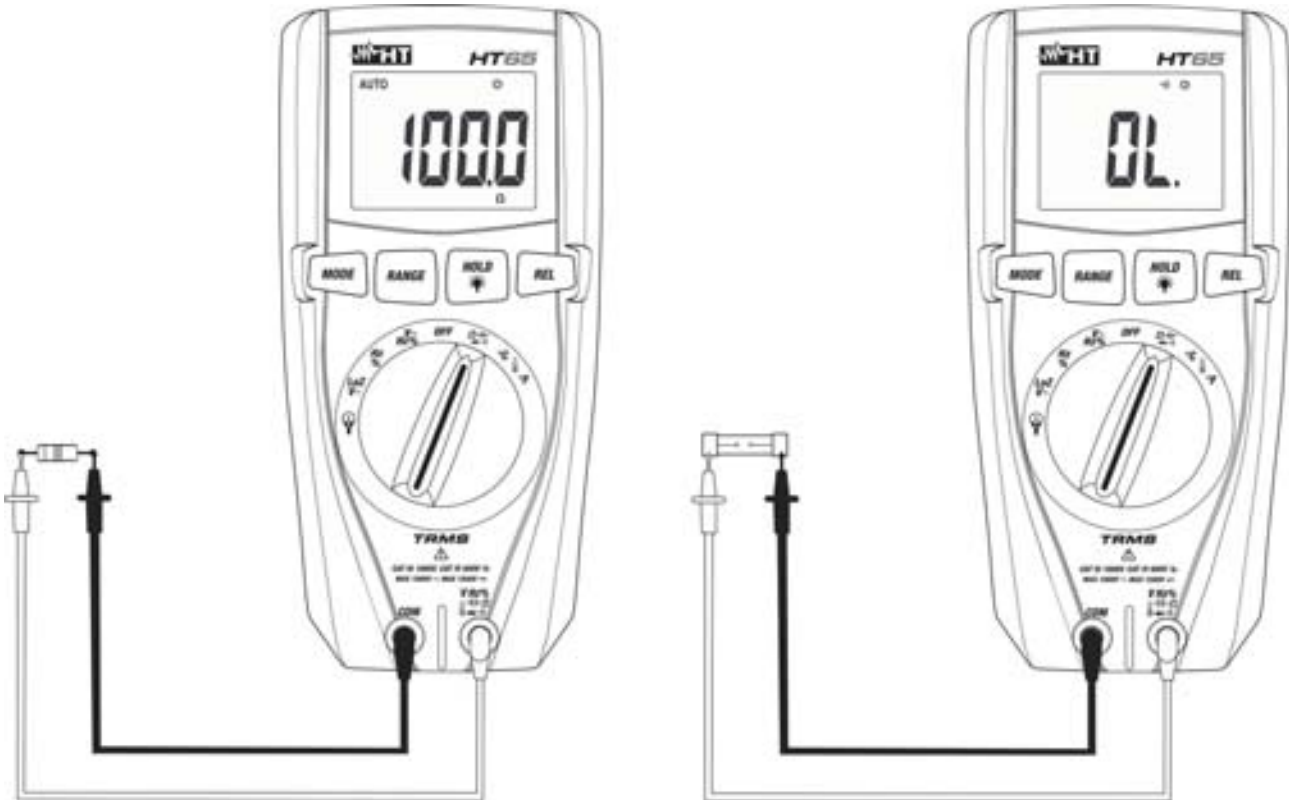

Fig. 6: Uso do instrumento para a medição de Resistências e Teste de Continuidade
3. Colocar as ponteiros nos pontos pretendidos do circuito em exame (ver Fig. 6). O valor da resistência é apresentado no display.